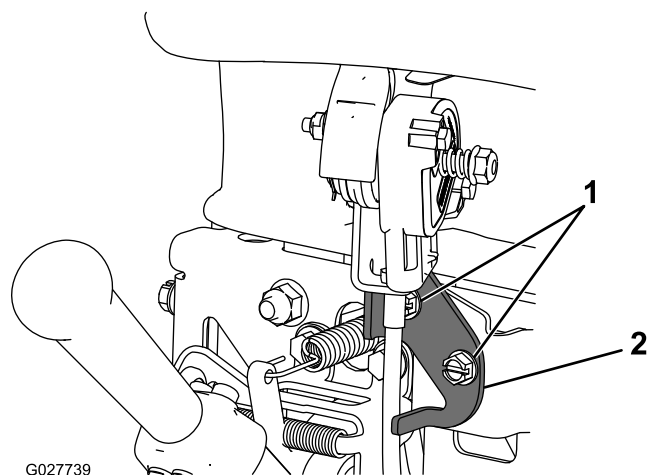

図 25
2. スロットルコントロールを固定している2つの固定具をゆるめる 図 25。